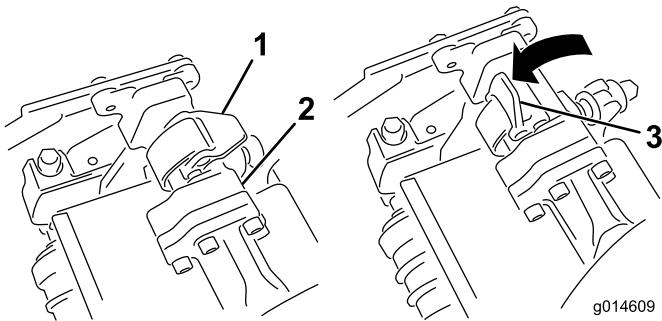
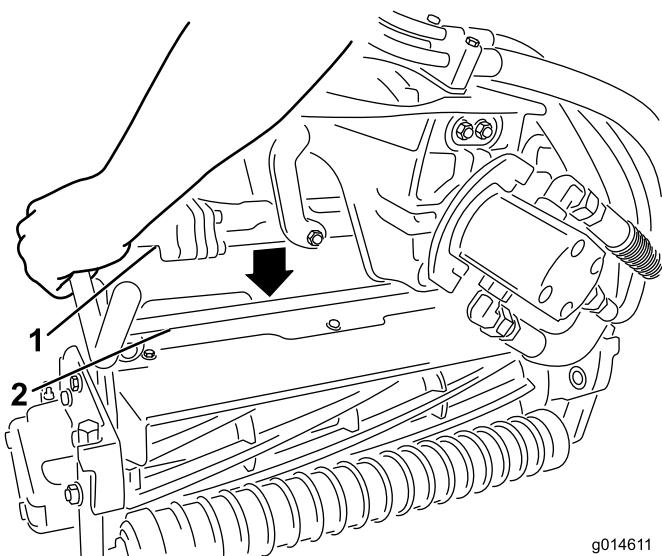

图13
图14
9. 当悬挂臂杆上的闩锁指向上方（即打开）时（图 13），向下压悬挂臂，使悬挂臂杆与滚刀组顶部的横杆相契合（图14）。
10. 向下并绕着滚刀组横杆关闭闩锁，将它们锁定到位（图13）。